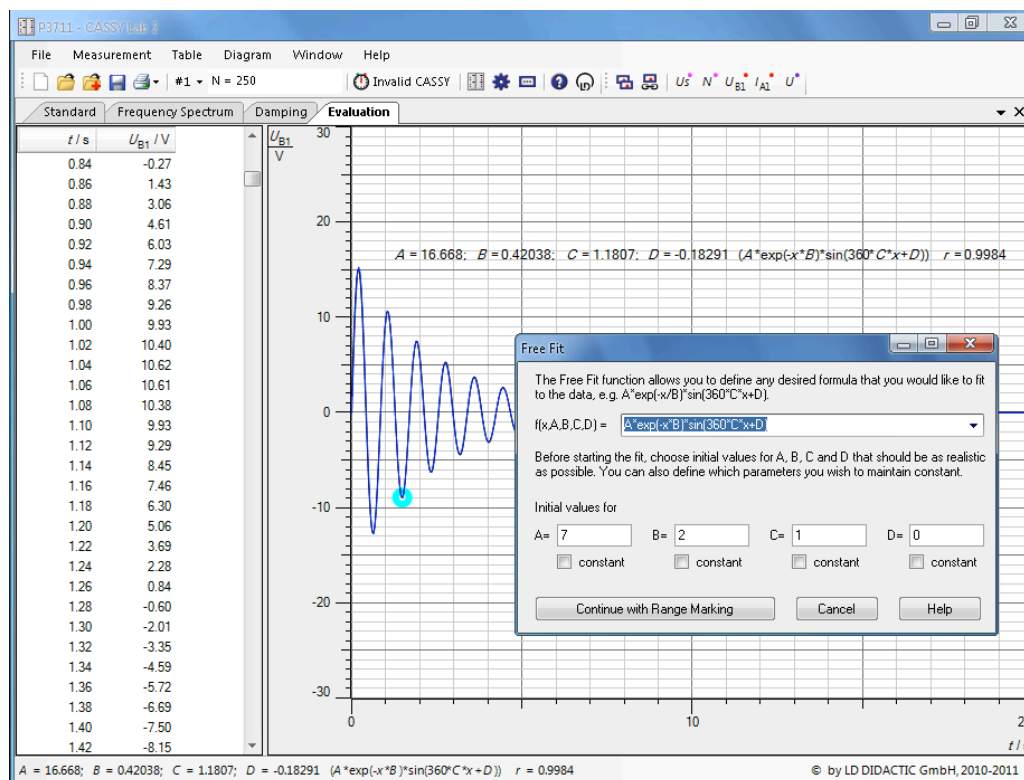

Рис.5. Определение частоты колебаний и коэффициента затухания δ при помощи аппроксимации экспериментальных данных.
- При помощи комбинации клавиш «Alt-f» вызовите диалоговое окно выбора аппроксимирующей функции (рис. 5).